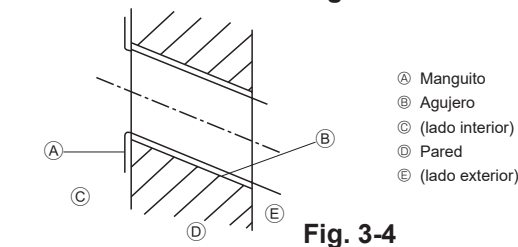

Fig. 3-4
3.2.2. Hacer el agujero para las tuberías (Fig. 3-4)